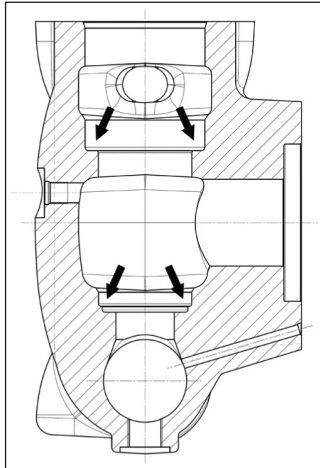

Abb. 88
Vor dem Wiedereinbau der Ventilgruppen reinigen und trocknen Sie gründlich ihre Sitze im Kopf, siehe Pfeile (Pos. ①, Abb. 88).